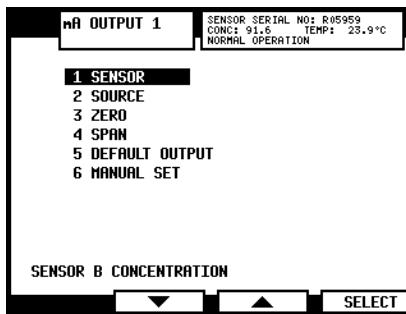

Abbildung 6.10 Das Ausgangs-Menü für mA-Ausgang 1
- Wählen Sie nun den mA-Ausgang 1 oder 2, um zum Ausgangs-Menü (Abbildung 6.10, unten) zu gelangen, wo der Ausgang konfiguriert werden kann.
Hinweis: Die Zeile am unteren Rand des Ausgangs-Menü-Bildschirms zeigt die derzeitige Konfiguration des ausgewählten mA-Ausgangs an, z.B. in Abbildung 6.10 wurde der mA-Ausgang 1 so konfiguriert, daß er den Konzentrations-Anzeigewert von Sensor B übermittelt.